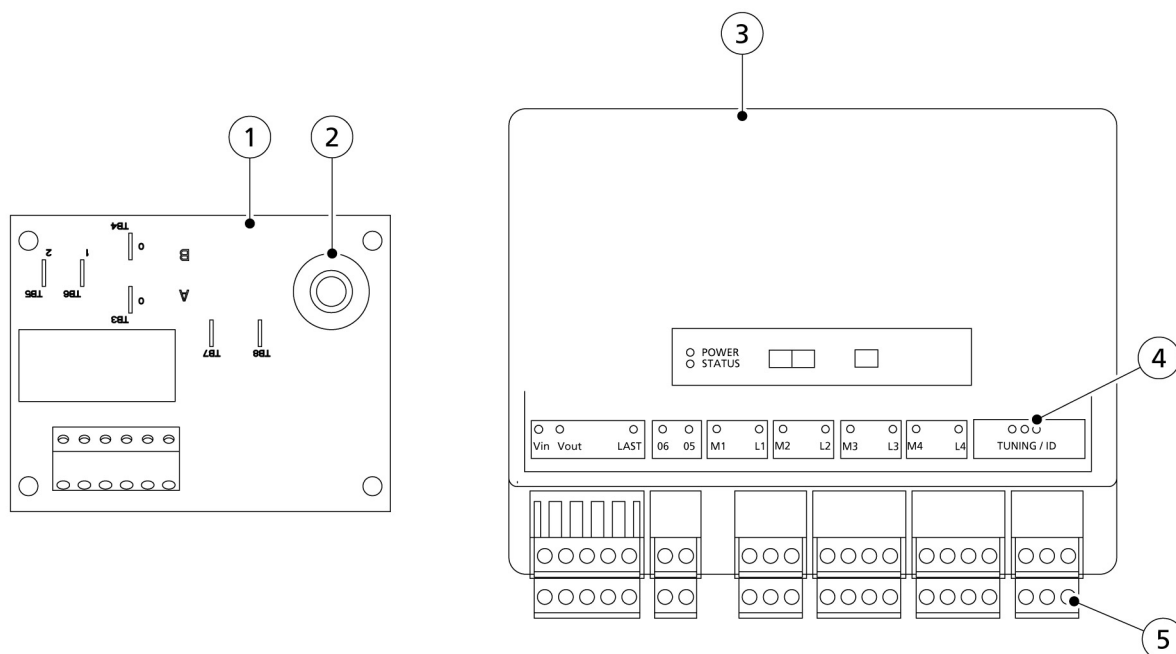

Abbildung 41. Einstellen des EWA-Transformers
2. Am Velos-Modul (3) befinden sich die Anzeige-LEDs (4, abb. 41, Seite 8-11).